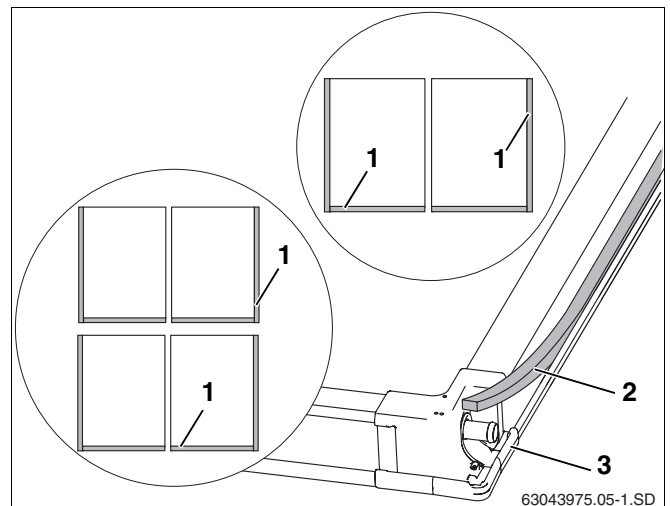

Fig. 23 Lado de trás do colector
As uniões das chapas de cobertura laterais e inferiores aos colectores (fig. 23, **item 1**) devem ser vedadas com tira vedante.
- ▶ Aplicar a tira vedante (fig. 23, **item 2**) com o lado aderente na pega dos lados exteriores dos colectores e em cada colector em baixo (fig. 23, **item 1**) incluir a peça de união de canto (fig. 23, **item 3**).